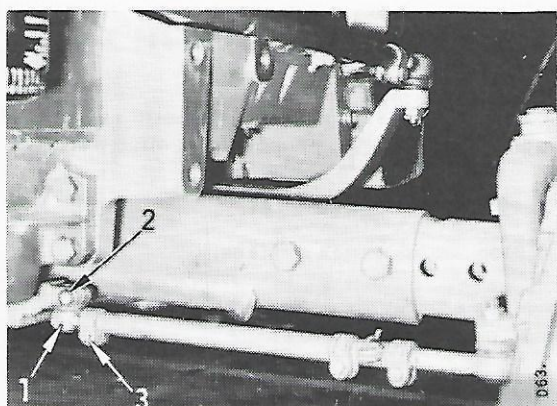

Fig. 80
Desserrez la vis (2, fig. 80) et le collier de serrage (3). Pour régler le pincement, sortez la rotule (1) - Vissez ou dévissez la barre d'accouplement selon que vous souhaitez la raccourcir ou l'allonger.